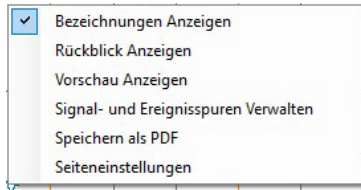

Abbildung 73: „Signale und Ereignisspuren verwalten“
- Um Signale wie Farben, Kanalnamen, Positionen, Breiten usw. zu ändern, klicken Sie mit der rechten Maustaste auf den Bildschirm und treffen Sie eine Auswahl, Abbildung 73.